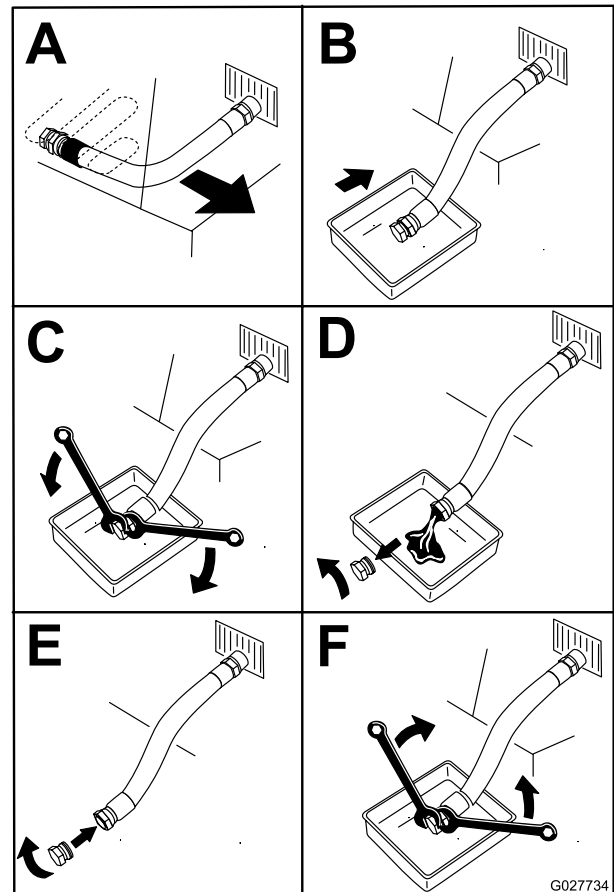

Figura 49
5. Drene el aceite del motor (Figura 49).